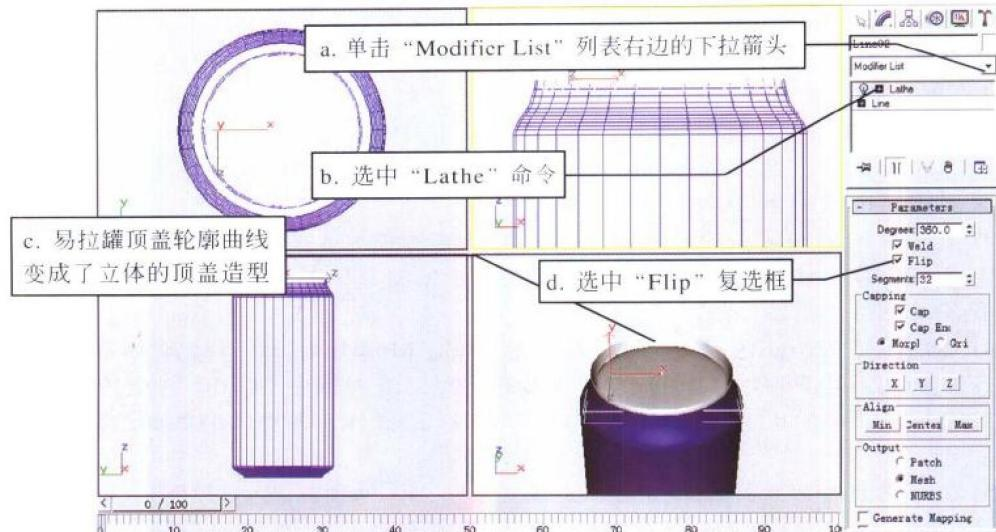

图 1-1-11
(24) 然后单击“Modify”(修改)命令面板中的“Modifier List”(修改命令列表)右边的下拉箭头, 见图1-1-11中的a。在弹出的下拉列表中选中“Lathe”(旋转造型)命令, 见图1-1-11中的b。并重复步骤(16)~(20)的操作, 将物体的截面造型旋转成立体造型。
(25) 这时我们看到易拉罐顶盖轮廓曲线变成了立体的顶盖造型, 见图1-1-11中的c。如果这时在“Perspective”(透视)视图区中没有看到顶盖的表面, 请选中“Parameters”(参数)卷展栏中的“Flip”(法线换向)复选框, 见图1-1-11中的d, 将造型表面的法线方向反向, 从而显示顶盖的表面。